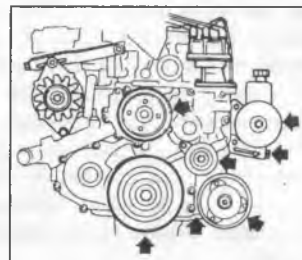

Рис. 241
5. Снимите насос рулевого привода с усилителем (Рис.241).